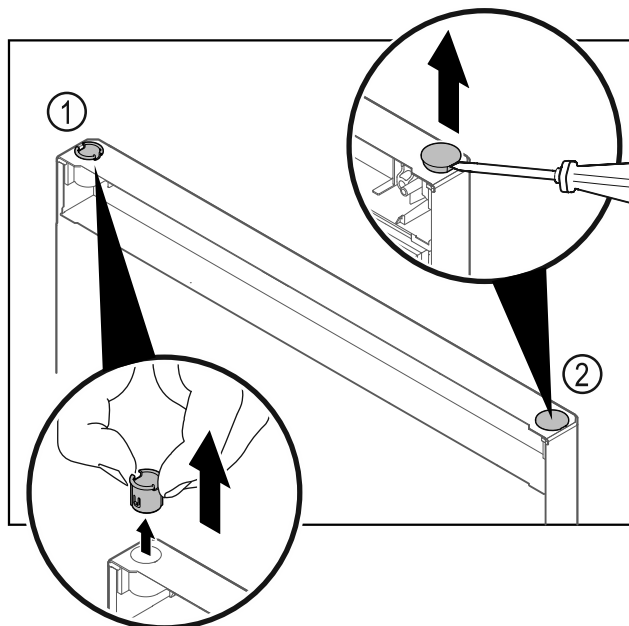

Fig. 20
- Estrarre la boccola cerniera Fig. 20 (1) con le dita.
- Con un cacciavite a testa a intaglio sollevare con cautela il tappo Fig. 20 (2) ed estrarlo.